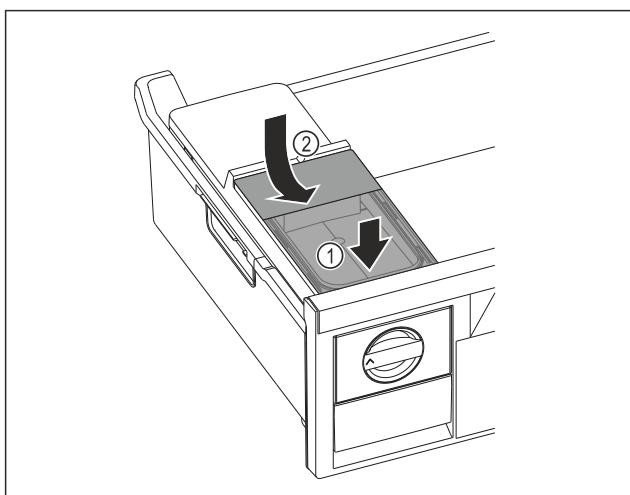

Fig. 99
- Nasad'te vpředu nádržku na vodu. Fig. 99 (1)
- Spusťte nádržku na vodu vzadu dolů. Fig. 99 (2)